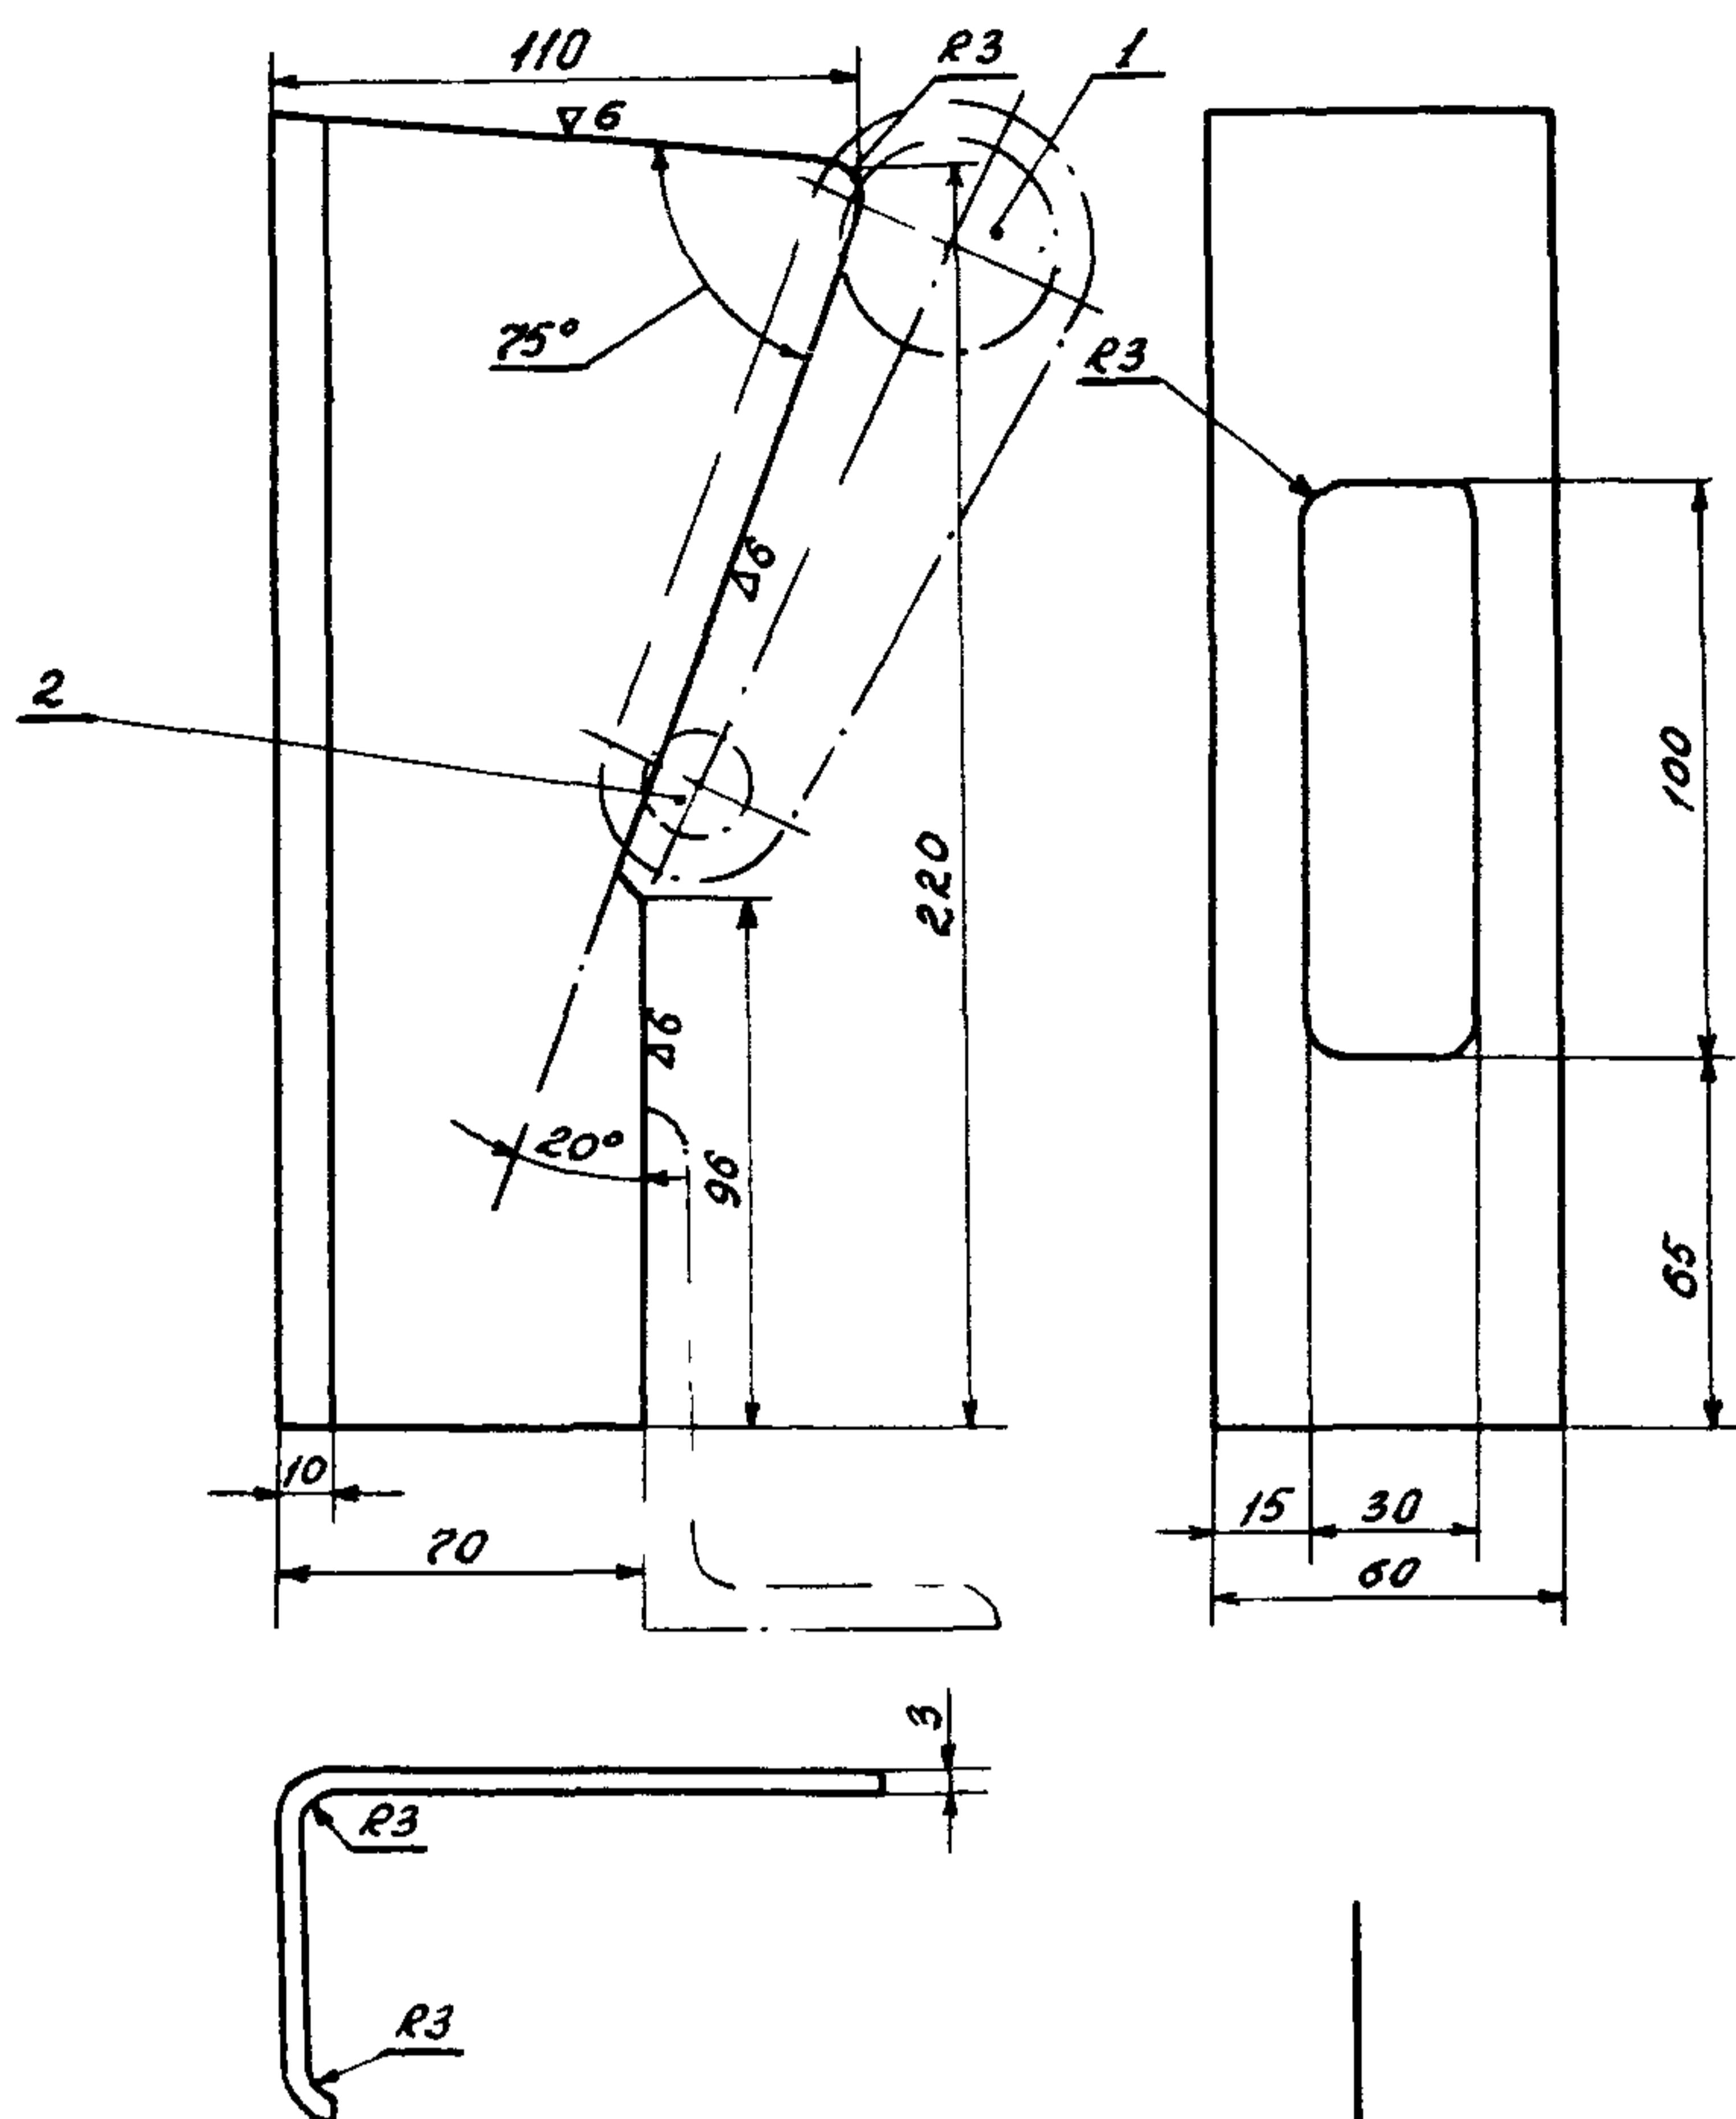

Рис.30. Приспособление П-4 для установки вала выключателя в отключенное положение:
23.1. Установить вал выключателя в отключенное положение с помощью наблона (рис.30).